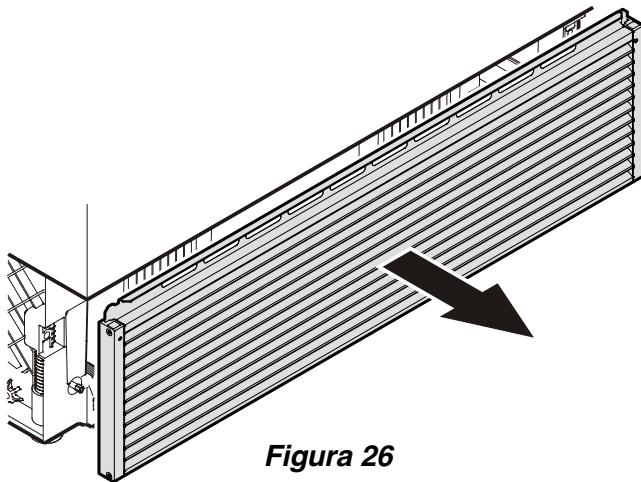

Figura 26
- Abra el cajón inferior del congelador y retire la rejilla de aireación tirándola hacia adelante - **Figura 26**. La rejilla está fijada magnéticamente. No se requieren entonces ninguna herramientas para retirarla.